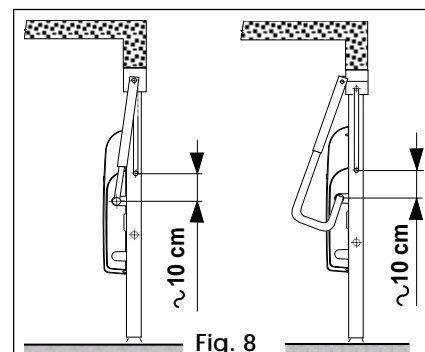

Fig. 8
- **puerta basculante con una sola hoja sobresaliente (Fig. 8)**